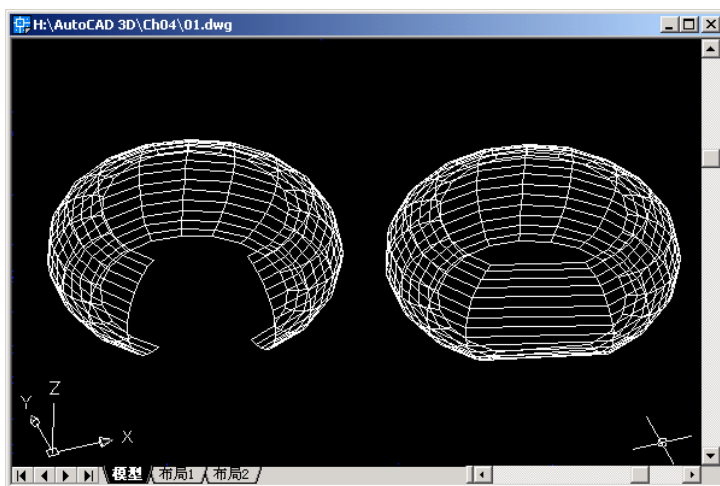

图 4-9 多边形网格在 M 向闭合
③选择“非平滑 (D)”命令选项，可以取消对多边形网格的平滑拟合，恢复到原来的状态。
④选择“M 向关闭 (M)”命令选项，可以将多边形网格沿 M 方向进行闭合。例如，对图 4-9 中左侧的多边形网格进行 M 向闭合后，结果如图 4-9 右侧所示。